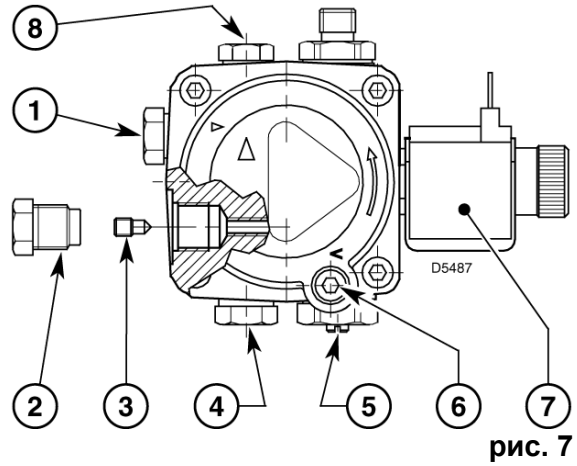

рис. 7
- Насос предназначен для двухтрубной схемы. Если вы хотите сделать однотрубную схему, необходимо вывинтить пробку обратного трубопровода (2), отвинтить винт байпаса (3) и потом снова закрутить пробку (2) (Смотри рисунок 7).
В системе, изображенной на рисунке 6 достаточно ослабить штуцер вакуумметра (6, рис. 7) и подождать, пока не начнет выходить топливо.
Для того, чтобы изменить настройки, поверните винт (5, рис.7, стр. 5).